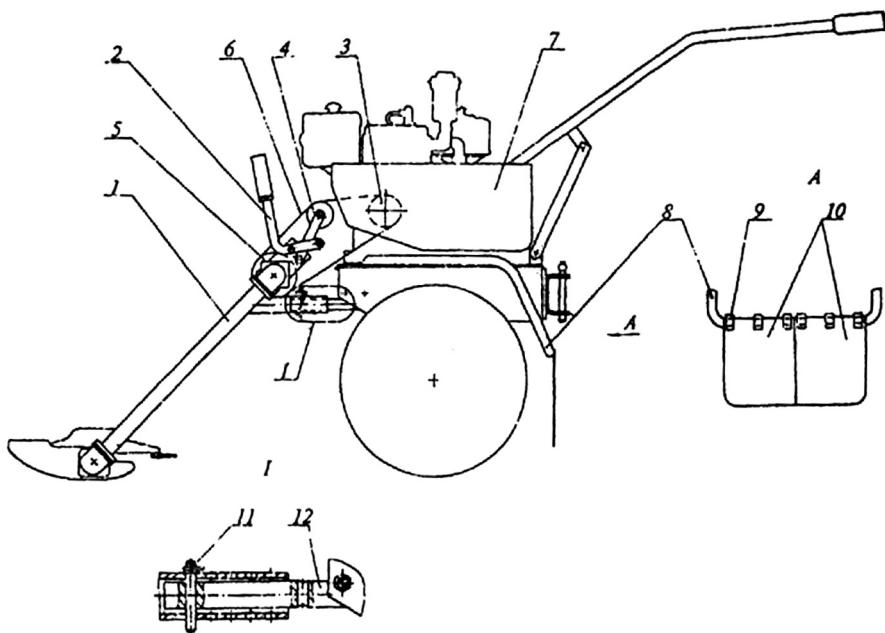

Рис.3. Установка косилки на мотоблок
5.3. Для работы с мотоблоком косилка комплектуется натяжным устройством (рис. 4), которое монтируется на косилке. Косилка устанавливается на штыре 12 (рис. 3) и крепится стопором 11 из комплекта мотоблока. Ведущий шкив мотоблока 3 соединяется с приводным шкивом косилки клиновым ремнем 6.
При перемещении рычага 2 (рис. 3) в верхнее рабочее положение натяжной ролик 4 натягивает ремень, включая в работу трансмиссию косилки. При перемещении рычага в нижнее положение ослабляется натяжение ремня и косилка отключается. Натяжение ремня обеспечивается рядом отверстий в косилке и на штыре мотоблока.